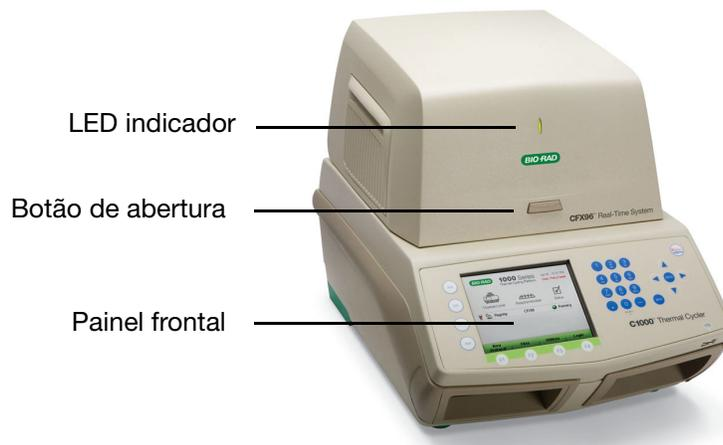

Figura 1. Vista frontal do sistema CFX96.
- Clique no botão **Open Lid** (Abrir tampa), localizado no separador Start Run (Iniciar ciclo) (consulte “Separador Start Run (Iniciar ciclo)” na página 24), ou prima o botão da tampa na parte da frente do sistema (Figura 1) para iniciar a abertura da tampa motorizada